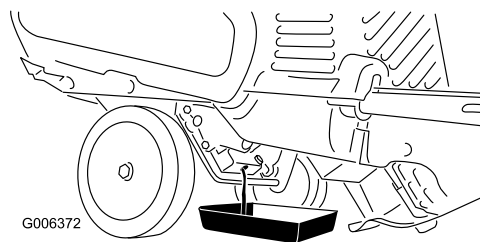

Рисунок 29
3. Поместите поддон для масла под сливную пробку, выверните сливную пробку, наклоните снегоочиститель назад и вылейте использованное масло в поддон (Рисунок 29).